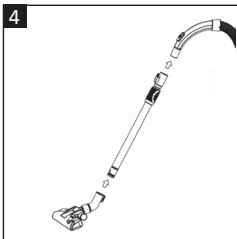

Fig. 4
- Insérez la poignée du tuyau d'aspiration (7) dans l'extrémité supérieure du tube télescopique (19) et poussez-la fermement jusqu'à ce qu'elle s'enclenche (**Fig. 4**).
- Insérez l'extrémité inférieure du tube télescopique (19) dans l'accessoire de nettoyage (16, 18, 19 ou 20) et poussez fermement le tube jusqu'à ce qu'il s'enclenche (**Fig. 4**). Tournez légèrement le tube pour une insertion plus facile si nécessaire.